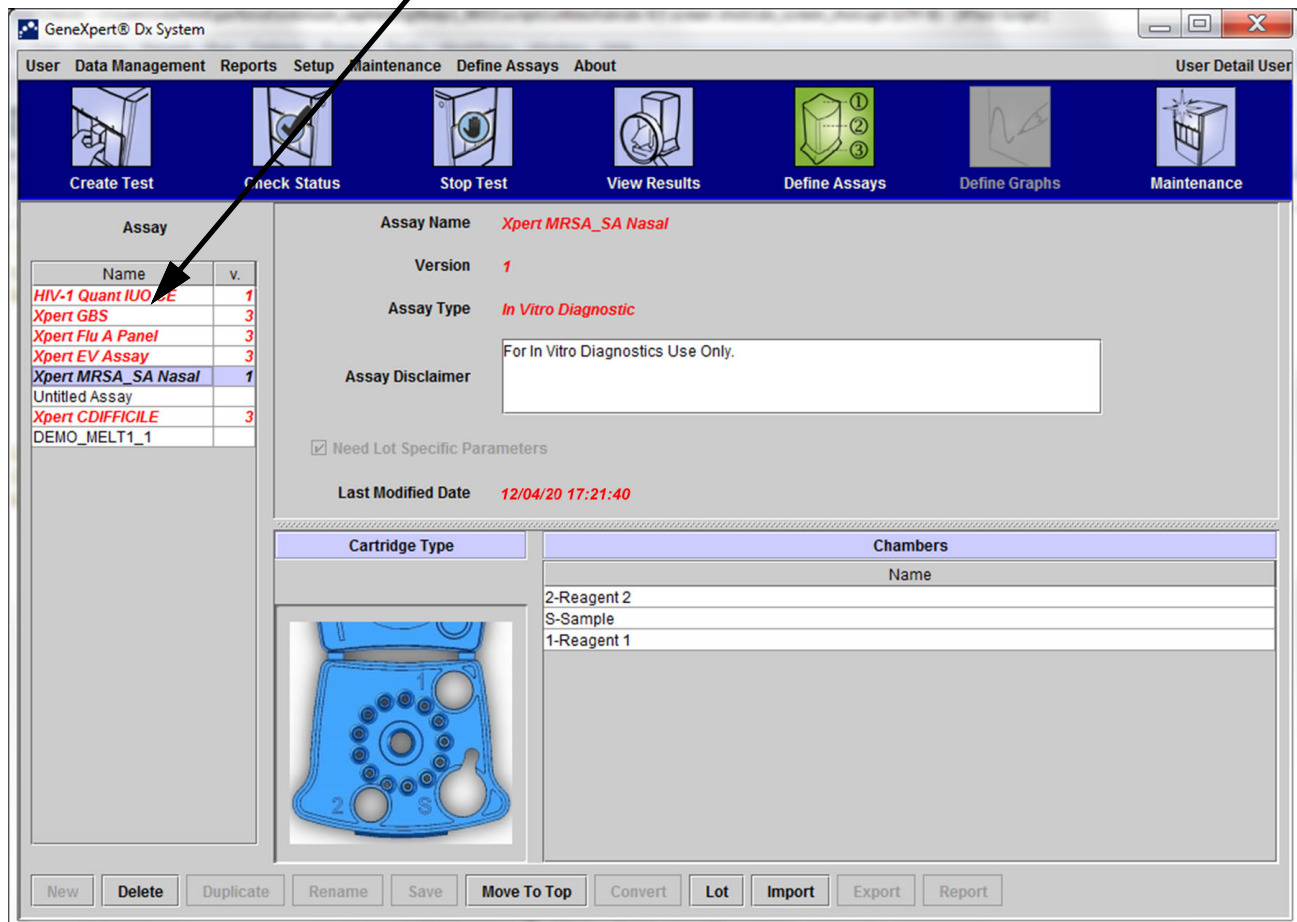

Figura 5-17. Sistemul GeneXpert Dx - Fereastra Definire Analize
1. În fereastra sistemului GeneXpert Dx, faceți clic pe **Definire analize (Define Assays)**. Apare fereastra Definire analize (Define Assays) (consultați Figura 5-17).